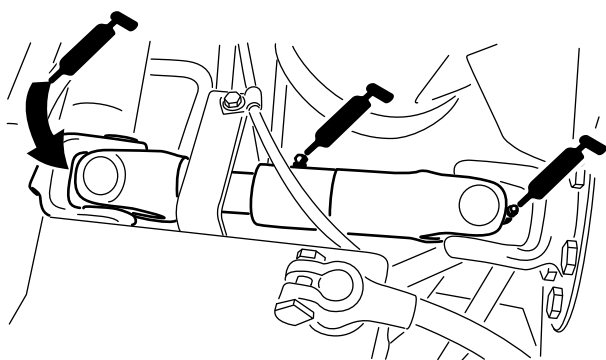

Figure 51
- Joint de cardan d'arbre d'entraînement de pompe (3) (Figure 51)